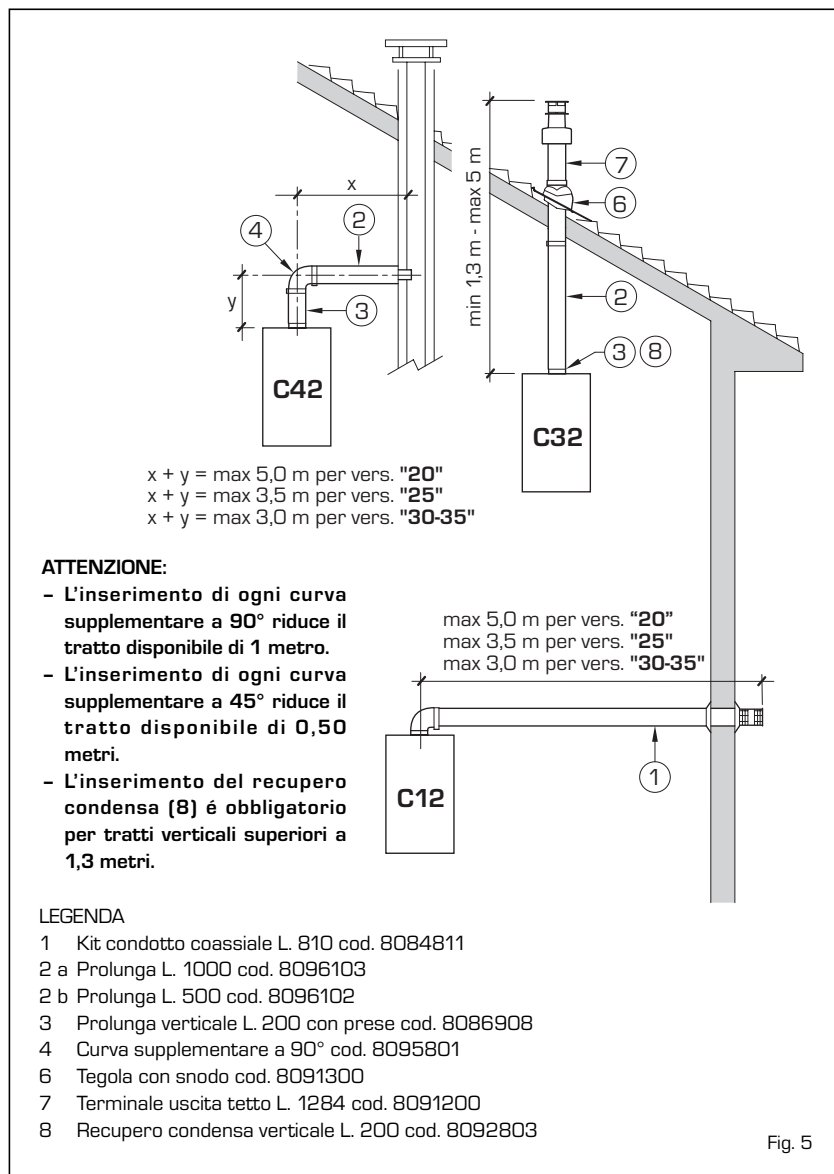

Fig. 5
2.7.1 Accessori ø 60/100 (fig. 5)
Gli schemi di fig. 5 illustrano alcuni esempi dei diversi tipi di modalità di scarico permesse e le lunghezze massime raggiungibili.
2.7.2 Diaframma per condotto coassiale ø 60/100 (fig. 5/a)